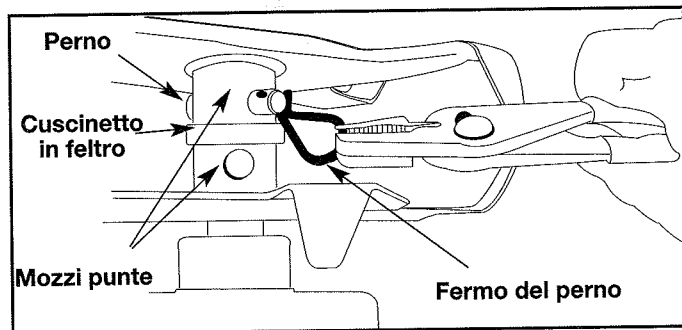

Fig. 21
1. Mettere l'interruttore di accensione nella posizione di STOP (O) e scollegare il cavo della candela.
2. Rimuovere i fermi dei perni con testa e i perni stessi (fig. 21).